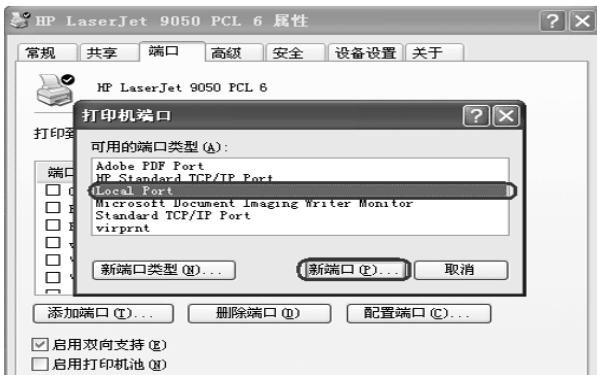

图 7-55 “打印机端口”对话框
- 在“打印机端口”对话框中选择“Local Port”，如图 7-55 所示。